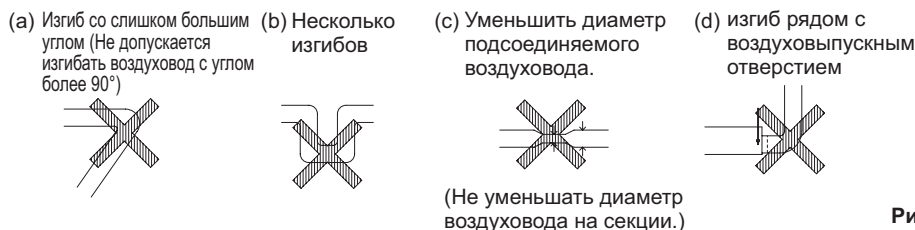

Рис. 15
- Не подсоединяйте воздуховоды, как показано на Рис. 15.